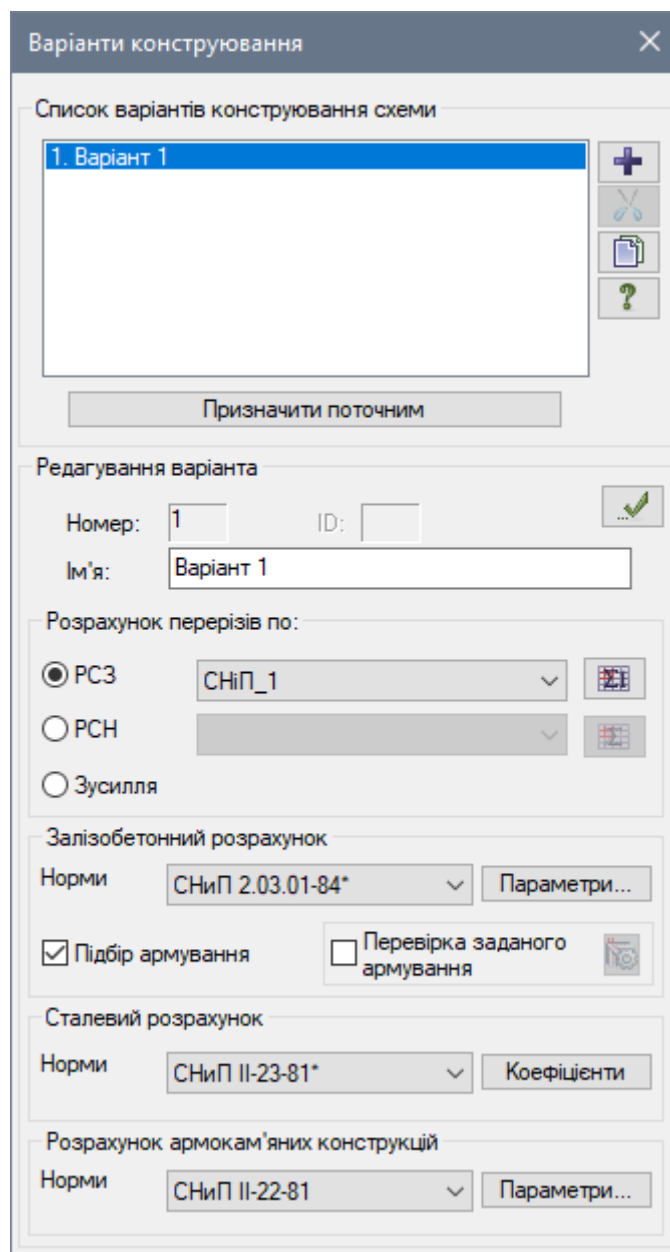

Рис. 2.7. Діалогове вікно Варіанти конструювання
- Відкрийте діалогове вікно **Варіанти конструювання** (рис. 2.7) натиснувши на кнопку  – **Варіанти конструювання схеми** (панель **Конструювання** на вкладці **Створення та редагування**).